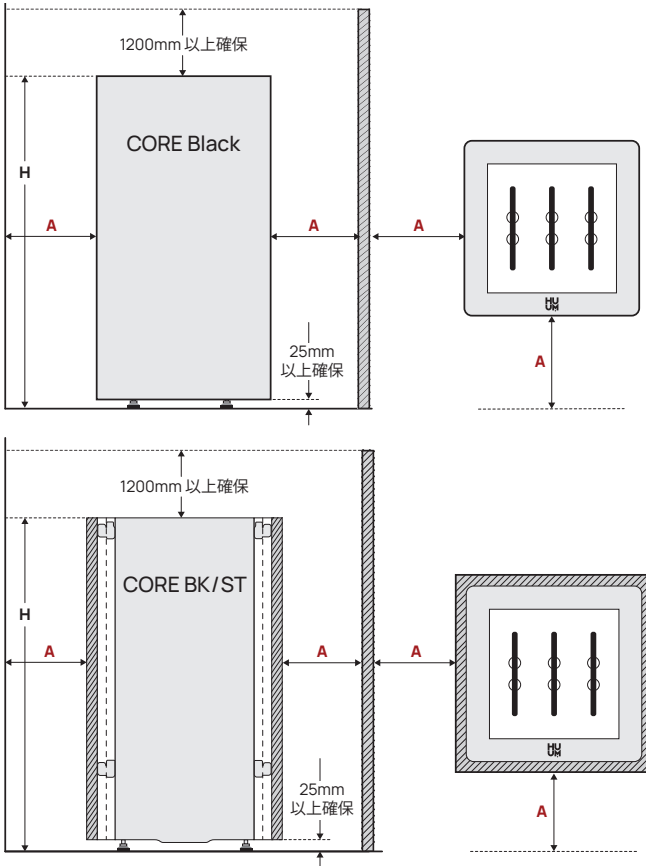

図1 サウナヒーターの設置位置
- サウナヒーターの設置場所には、離隔距離が確保されていますか？サウナヒーター設置の際の、サウナ室の天井および壁との離隔距離については、表1、図1をご参照ください。